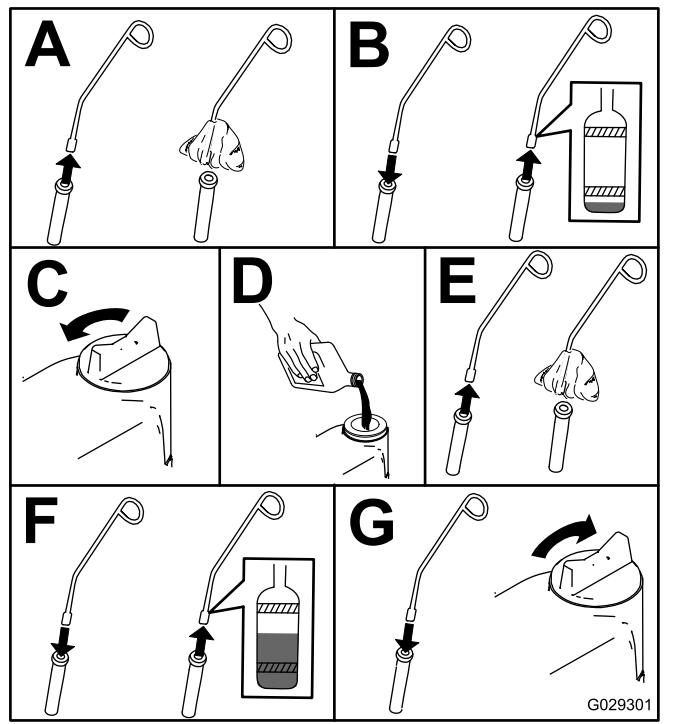

Рисунок 37
- Перевірте рівень масла двигуна як показано в Рисунок 37.